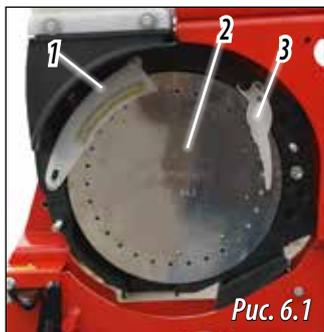

Рис. 6.1
1. Сбрасыватель семян: отделяет лишние семена от отверстий диска (рис. 6.1).
2. Высевающий диск: обеспечивает распределение семян (рис. 6.1).
3. Направитель: обеспечивает правильное направление сброса семян (рис. 6.1).
Для каждого типа семян следует использовать наиболее подходящий высевающий диск (2, рис. 6.1), поскольку к таким параметрам, как размер семян, требуемое расстояние между растениями и т. д., необходимо подбирать соответствующий диск с тем или иным количеством отверстий, определяющим расстояние между высеваемыми семенами. Кроме того, размер отверстий должен быть таковым, чтобы в каждом отверстии диска помещалось одно семя.
- 1- МЕХАНИЧЕСКОЙ ТРАНСМИССИЕЙ (рис. 6.1).